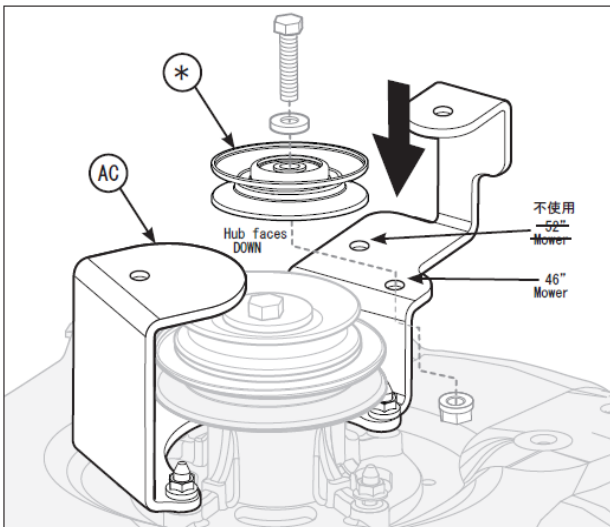

図5
3. アイドラープリー(図5の*)はアイドルカバー支え(AC)の上にあらかじめ取り付けられています。プリーの取り付け位置は、図5に示された46"モア用の穴に組み付けてください。